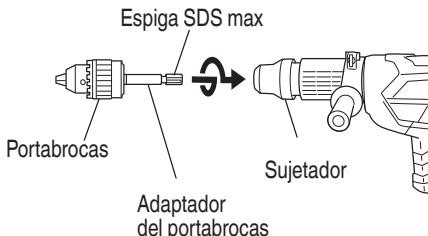

Fig. 16
(2) Fijación del adaptador para portabarrenas al portabarrenas (Fig. 16)